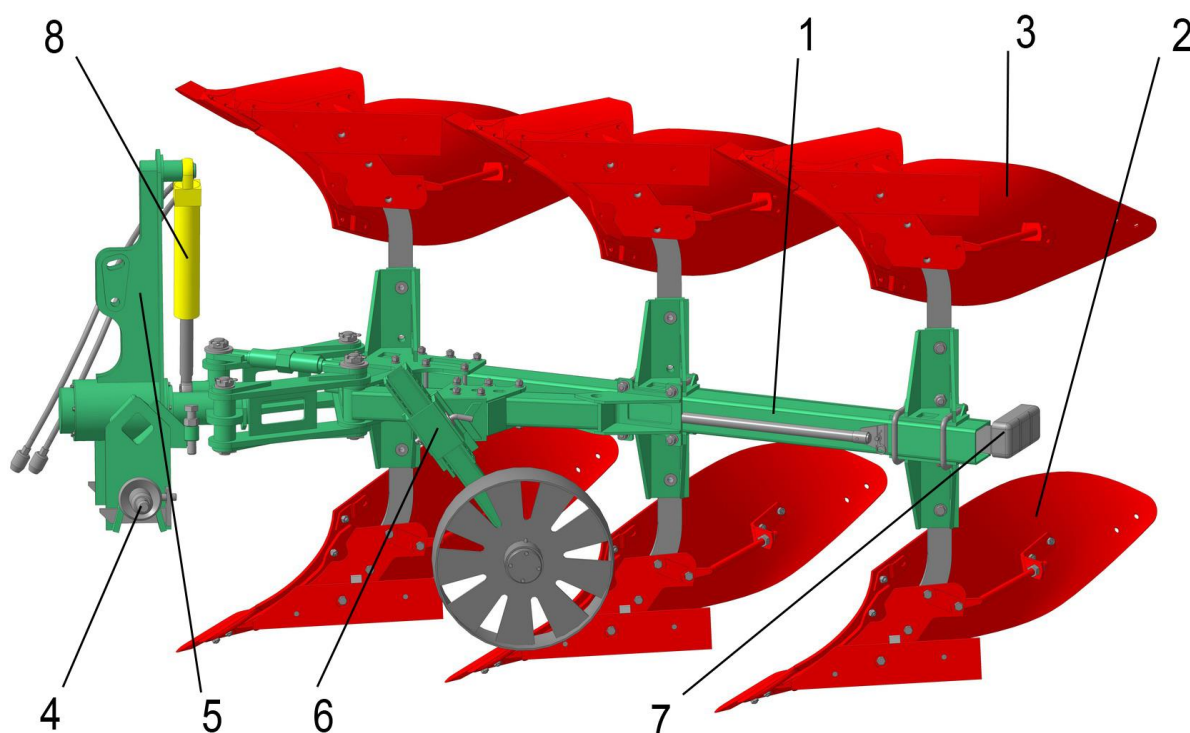

Рисунок 1 – Плуг навесной оборотный ПНО-3-35:
2.1 Плуг состоит из следующих сборочных единиц (рисунок 1): рама 1, правооборачивающие корпуса 2 с углоснимами, левооборачивающие корпуса 3 с углоснимами, ось автосцепки 4, механизм поворота рамы 5, колесо опорное 6 с механизмом регулировки, электрооборудование 7, гидросистема 8.